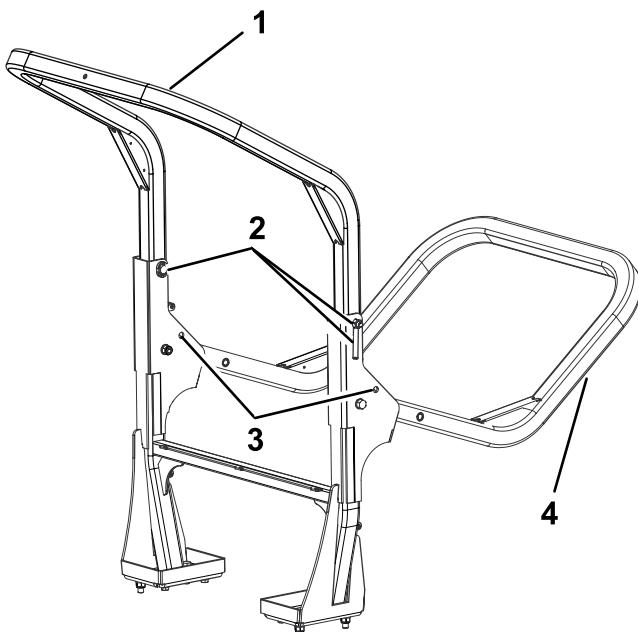

Bild 27
2. Stützen Sie das Gewicht des oberen Rahmens des Überrollbügels ab, während Sie die Rastzungen und Lastösenbolzen aus den Schwenkhalterung nehmen (Bild 27).